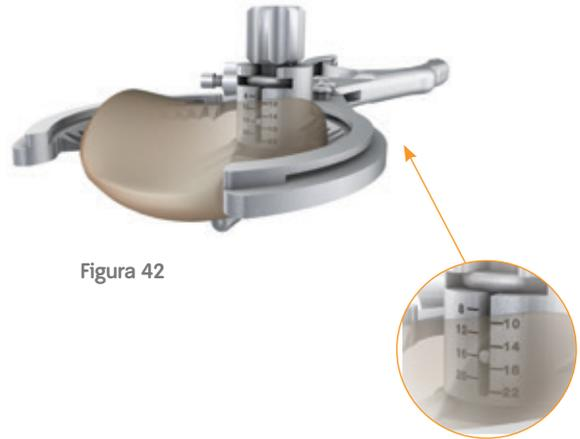

Figura 42
- 3 La guía de resección patelar deberá ajustarse a la cantidad de hueso que deberá quedar después de cortar la patela, esto es, la diferencia entre el grosor original de la patela y el grosor de la Patela Resurfacing. La guía se ajusta a este nivel girando la manija estriada (figura 42).